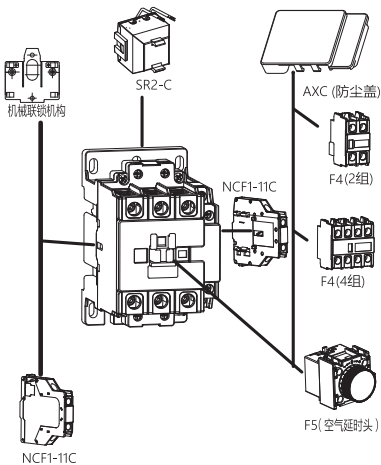
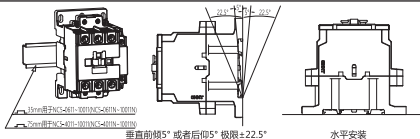

图5-1 产品配件组装示意图
图6 产品安装示意图
7.2 产品配件组装示意图5-1~5-7；产品安装示意图6。